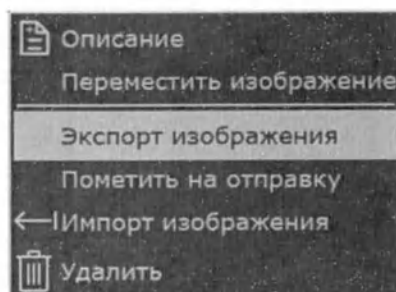

Рис. 37 Контекстное меню обследований
- Кликнуть правой кнопкой мыши – появится контекстное меню (Рис. 37 Контекстное меню обследований);